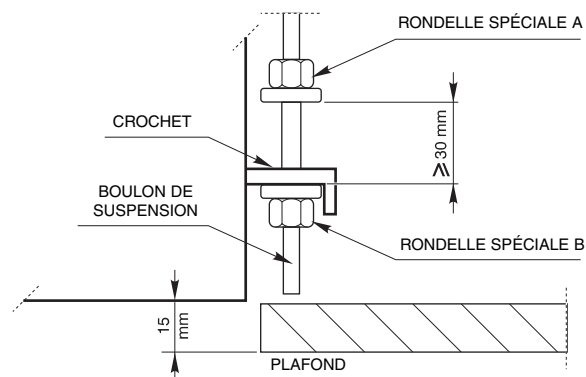

Fig. 7
- Monter la rondelle spéciale A puis la B à la hauteur du boulon de suspension, comme représenté sur la fig. 7.
- Soulever le corps de l'unité interne et monter les crochets sur les boulons de suspension en position comprise entre les rondelles A et B (fig. 7).